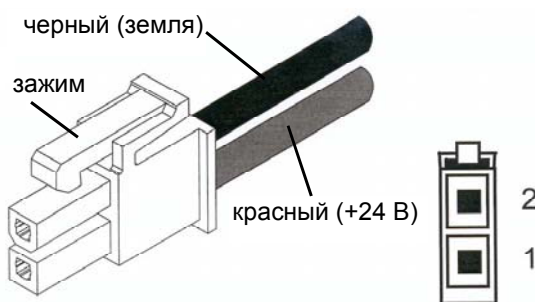

Рисунок 7.1 - Подключение кабеля питания
7.2.2 Разъем кабеля питания подключить к соответствующему разъему на боковой стенке ККМ (Рисунок 7.1).